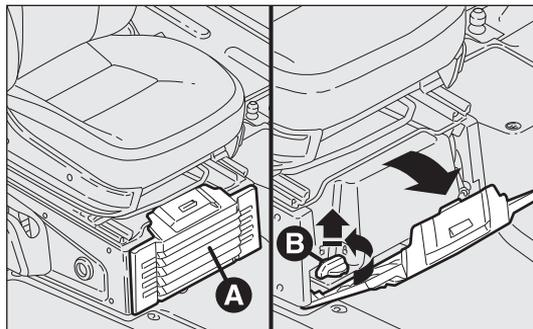
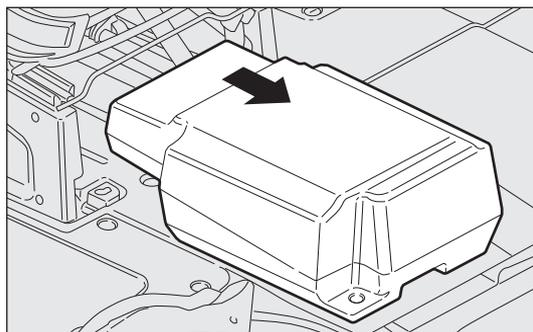

Abb. 217
Abb. 218
- Die Klappe A öffnen und wie in Abb. 217 abgebildet entfernen;
- Den Griff B gegen den Uhrzeigersinn drehen und entfernen Abb. 217, damit das Fach Abb. 218 herausrutschen kann;